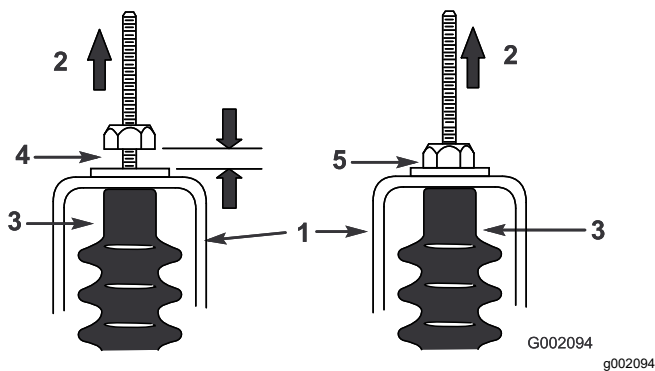

Figura 47
5. Tire hacia arriba de cada cable de cambio y asegúrese de que hay una distancia de 0.76 mm – 1.52 mm (0.03" – 0.06") entre la tuerca/arandela y la pletina de punto muerto (Figura 47).